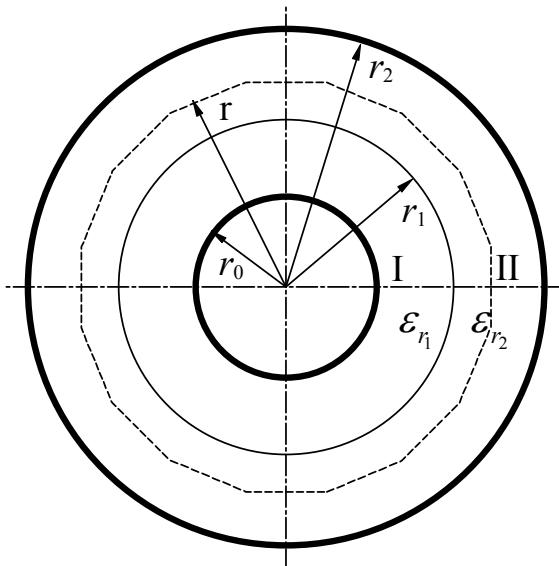

Рис. 3
2.2 Область II (рис. 3)  $r_1 < r < r_2$ .
Для области **II** (рис. 3)  $r_1 < r < r_2$  получили: